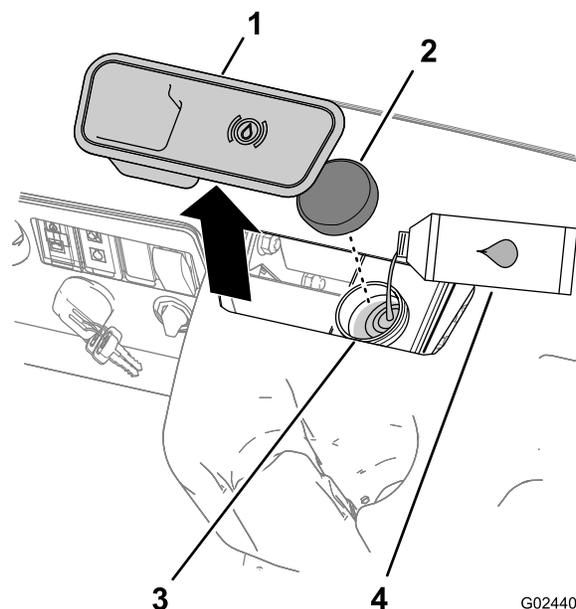

図 13
2. ダッシュボード中央部にあるゴム製のプラグ栓を外してブレーキのマスターシリンダおよびブレーキ液のタンクにアクセスできるようにする **図 13**。
- A. ウェスでタンクのキャップの周囲をきれいに拭いてキャップ外す **図 13**。
- C. タンクにキャップを取り付ける **図 13**。